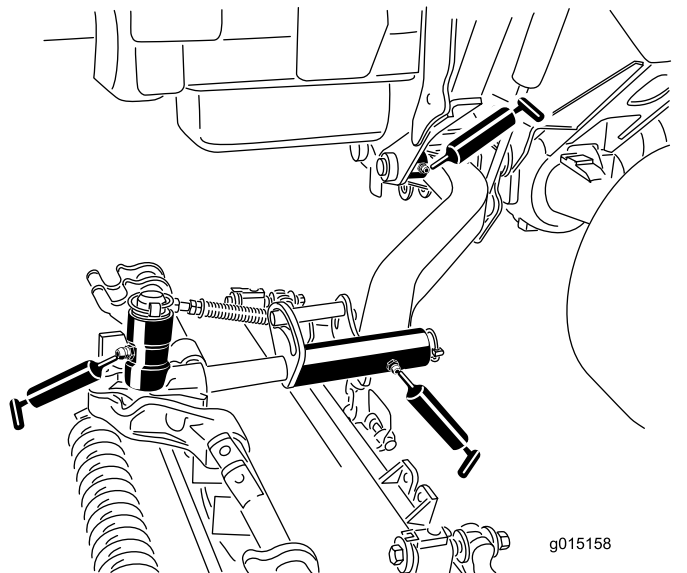

Рисунок 85
- Втулки осей поворота подъемных рычагов (по 1 шт. на режущий блок) (Рисунок 85)
- Несущая рама режущего блока (по 2 шт. на режущий блок) (Рисунок 85)
- Ось поворота подъемного рычага режущего блока (по 1 шт. на режущий блок) (Рисунок 85)